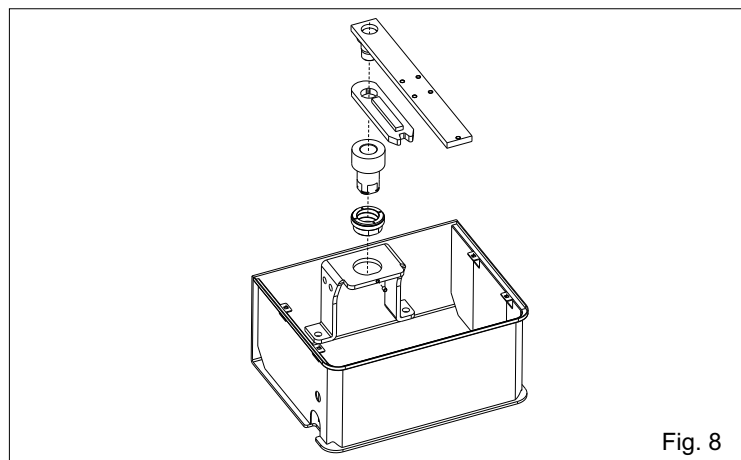

Fig. 8
2.4. Introduire la boucle dans la caisse et la fixer avec la vis spéciale (Fig 8).
2.5. insérer les ensembles comme en Fig. 8.